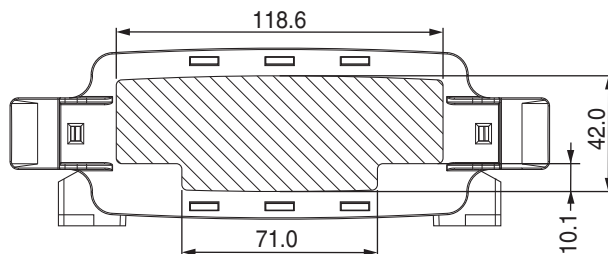

Figura 14 Superficie de montaje disponible para conectores en la ECS-P...B
La placa frontal de la ECS-P...B permite la disposición de conectores según los deseos del cliente dentro de una determinada zona en la placa. La posición y la cantidad de conectores que pueden disponerse en la ECS-P...B (GY) se limitan a la zona indicada en Figura 14.